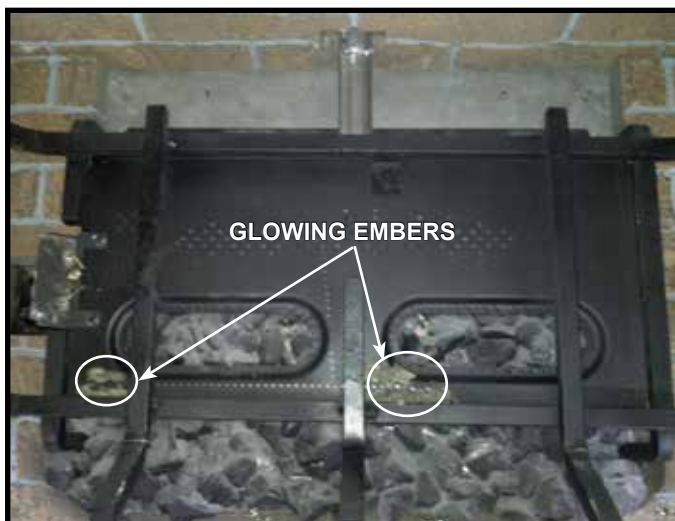

Figure 14.5. Emplacement des braises Glowing Embers
- Placer des braises Glowing Embers® de la taille d'une pièce de dix sous immédiatement devant la rampe d'orifices, mais pas sur ou entre les orifices (voir la figure 14.5). Faites attention de ne pas recouvrir les orifices. Le non-respect de ces instructions entraînera des problèmes d'allumage et de suie.